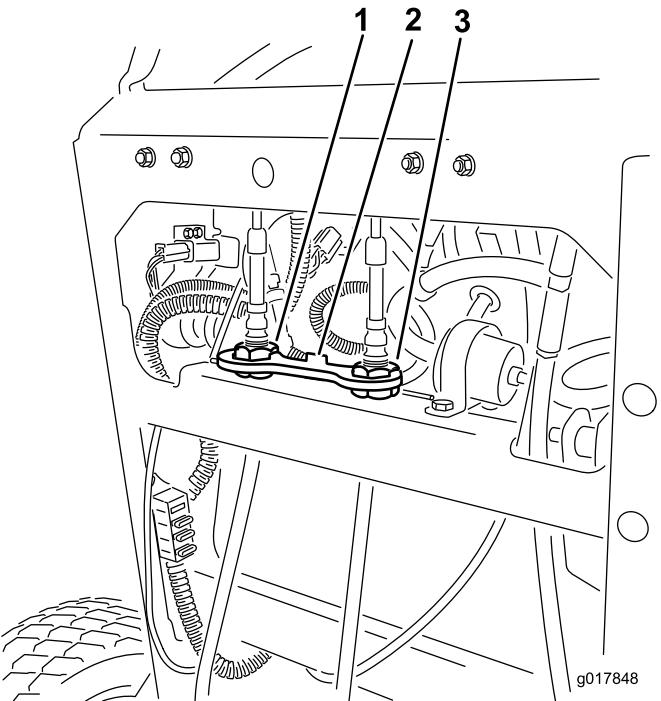

図 71
2. ケーブル調整ナットを固定しているケーブルロックを解除する（図 71）。
6. ケーブルロックを調整ナットに取り付けて、調整を固定する（図 71）。